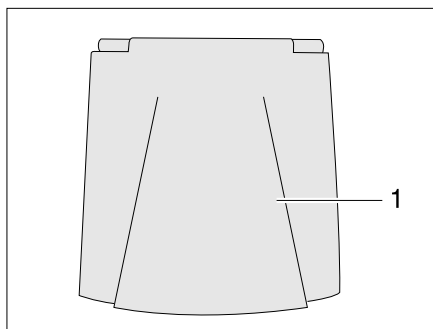

Fig. 37 Clapet de fermeture du bec de remplissage du carburant
- Ouvrir le clapet de fermeture (Fig. 37,1).
- Insérer la clé dans le barillet (Fig. 37,3) et la tourner dans le sens inverse des aiguilles d'une montre.